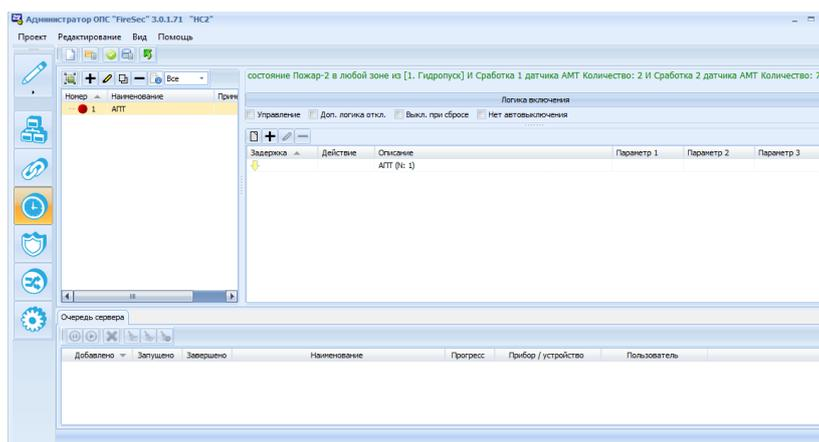

Рис. 18 Сценарий АПТ в окне вкладки
- нажать кнопку **+** в правом поле окна вкладки (Рис. 18),